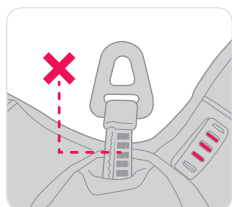

Figura 4
- Verifique se a linha de descida não está solta do dispositivo; isto indicaria que ocorreu uma descida (consulte a Figura 4). Se uma linha de descida estiver solta, não use o dispositivo. Remova o Latchways PRD de serviço e consulte a Latchways ou um agente autorizado.